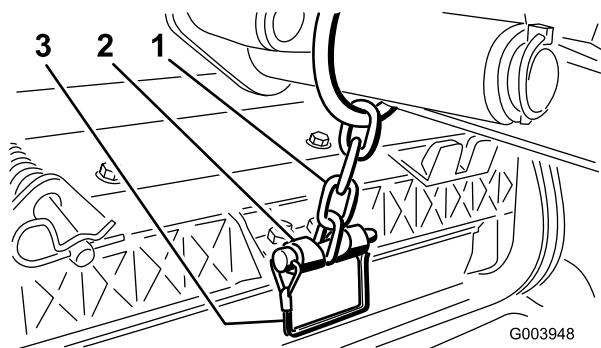

図 12
12. スナッパ・ピンを使って、昇降アームのチェーンを昇降アームに固定する（図 12）。カッティングユニットのオペレーターズマニュアルに従って、決められたリンクを使用すること。